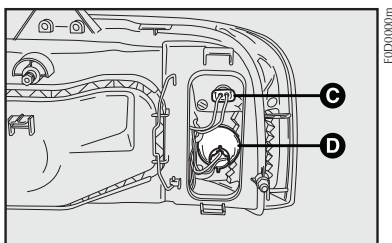

fig. 17
3) Retirar o porta-lâmpada **C-fig. 17** girando para facilitar a retirada;
- 3) Retirar o porta-lâmpada **D-fig. 17**;